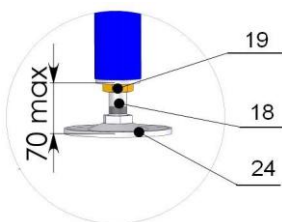

Рисунок 5
3.14. Распереть Комплекс болтом (поз.18) и установить оставшиеся 2 перекладины (поз.3). Окончательно затянуть все перекладины. **Запрещается выкручивать болт (поз.18) более чем на 70 мм** (см. рис.5). После распора Комплекса — затянуть контр гайку (поз.19) — см. рис 5.